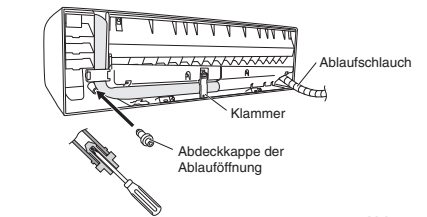

Abb. 3-100
- (d) Den Ablaufschlauch an der linken Seite und die Abdeckkappe der Ablauföffnung an der rechten Seite wieder anbringen. (Abb. 3-100)
- (3) Die Inneneinheit an der Rückwand installieren.
- (4) Die von außen nach innen verlegten Leitungen und Kabel anschließen.
- (5) Eine Undichtigkeitsprüfung durchführen, die Leitungen mit Bewehrungsband bündeln, und das Bündel dann in der dafür vorgesehenen Aufnahme an der Rückseite der Inneneinheit unterbringen und mit Klammern befestigen. (Abb. 3-100 und 3-102)